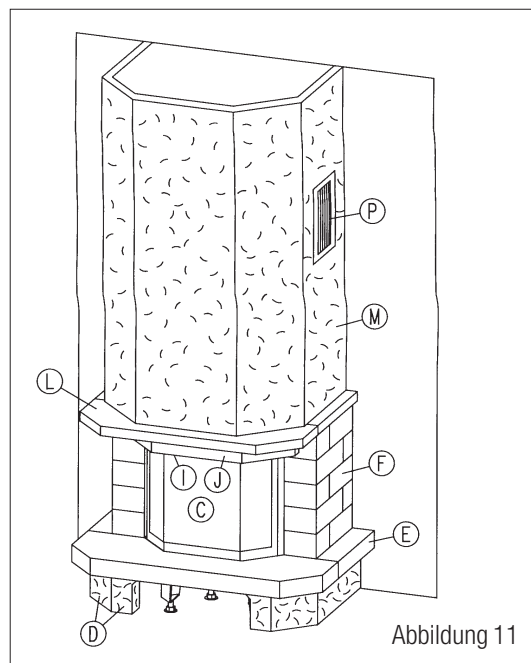

Abbildung 11
13.6 Stecken Sie nun die Lüftungsgitter in die Einbaurahmen. (**Abb. 11**)